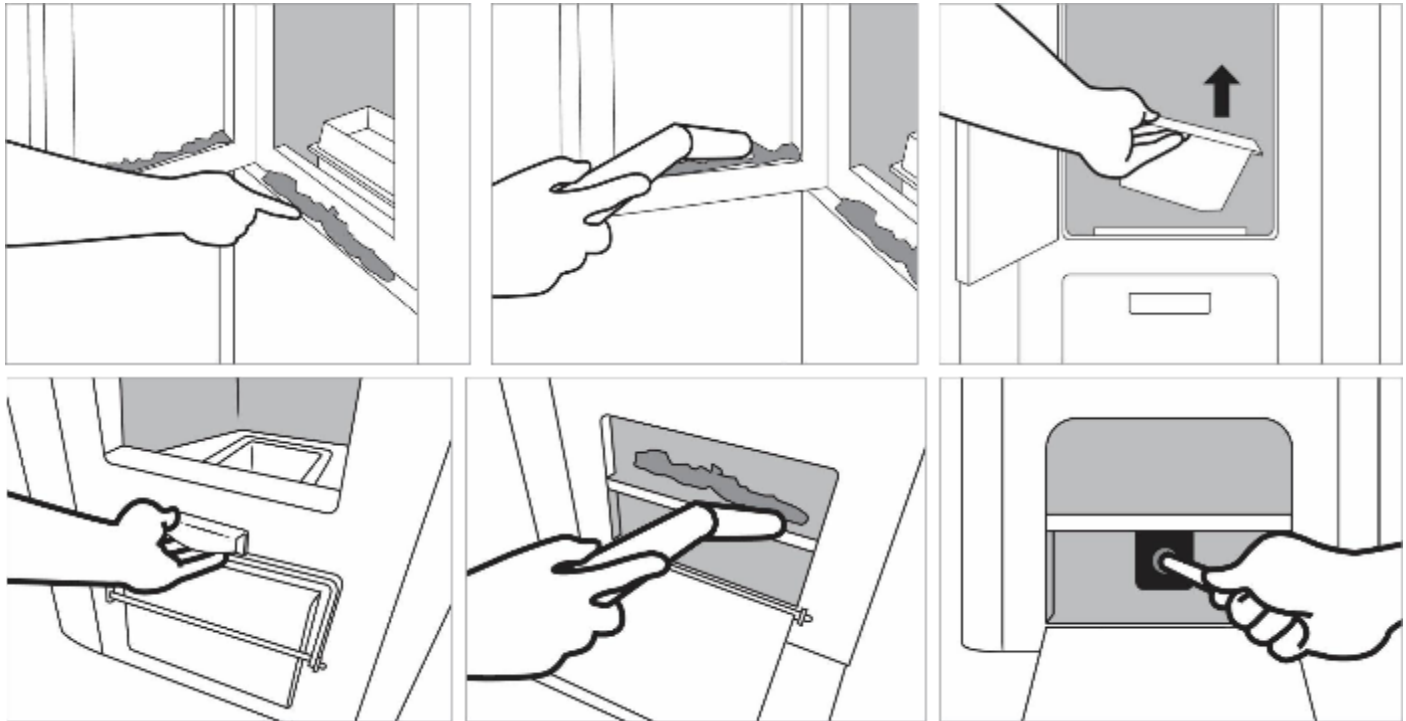

Figura 10
- El interruptor en la parte posterior de la estufa está en la posición 1. Figura 10
Como se muestra en la Figura 10.